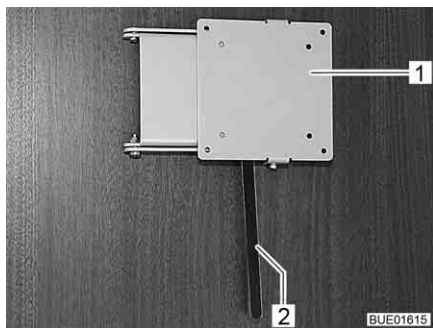

Fig. 106 Support avec levier de déverrouillage
- Pousser le levier de déverrouillage (Fig. 106,2) sur le côté et pivoter le support (Fig. 106,1) et l'écran plat pour les amener en position souhaitée.
- Pivoter l'écran plat en sens inverse, jusqu'à ce que le support (Fig. 106,1) s'enclenche dans le verrouillage.